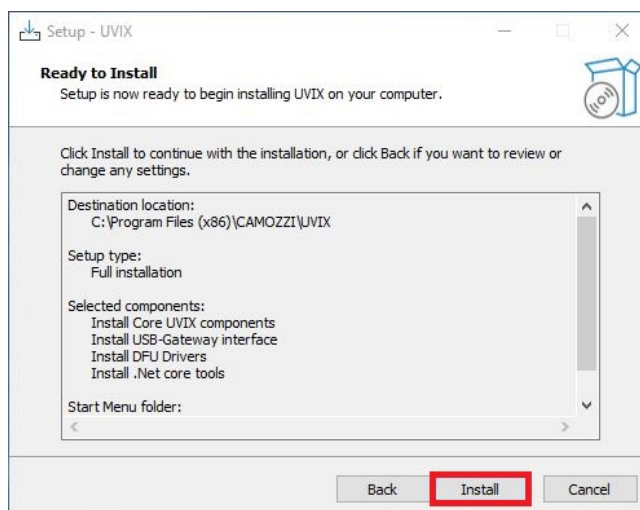

Figura 4.16: Riepilogo impostazioni d'installazione
6. Verificare le impostazioni d'installazione e cliccare su "Install", figura 4.16.